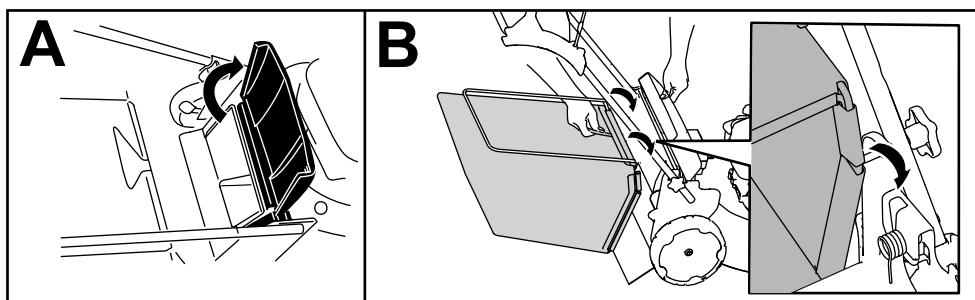

Figure 19
1. Soulevez le déflecteur arrière et maintenez-le dans cette position (A de Figure 19).
2. Montez le bac à herbe en veillant à insérer les ergots dans les fentes sur le support du guidon (B de Figure 19).